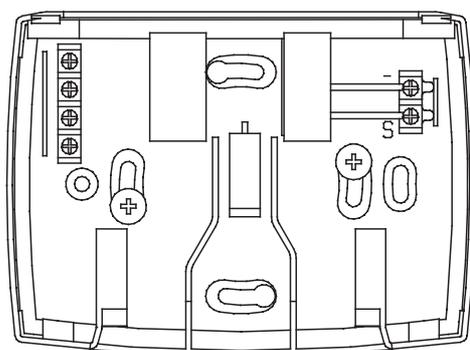

Fig. 3
- collegare alla morsettiera del semiguscio posteriore i due fili (vedi fig. 3);